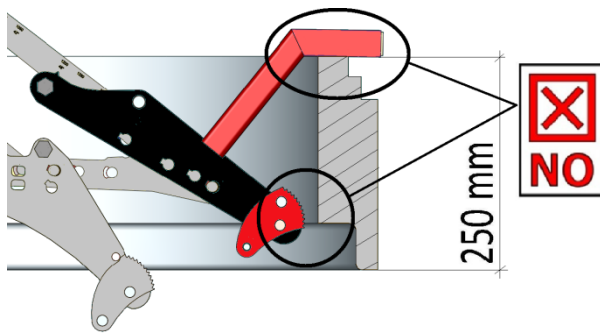

Bild 1
Das Greifen von Schachtringen (Bauhöhe 250 mm) **OHNE** oben benanntes Zubehörteil (4400.0079) ist **untersagt** (→ siehe Bild 1).
**Bild 1** zeigt einen Schachtring mit einer minimalen Bauhöhe von 250 mm ohne „Adaptersatz an Auflage von SVZ-UNI“ (4400.0079).